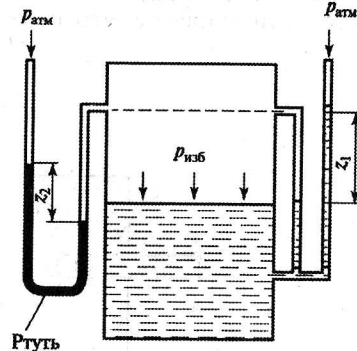

Рис. 2.19
**Задача 2.20.** Герметично закрытый стальной резервуар (рис. 2.19) содержит воду ( $\rho_v = 1000 \text{ кг/м}^3$ ). Вентилятором на свободной поверхности создается избыточное давление, показание ртутного манометра ( $\rho_{рт} = 13\,600 \text{ кг/м}^3$ )  $z_2 = 500 \text{ мм}$ . Определить абсолютное давление на свободной поверхности жидкости в резервуаре и пьезометрическую высоту  $z_1$ .